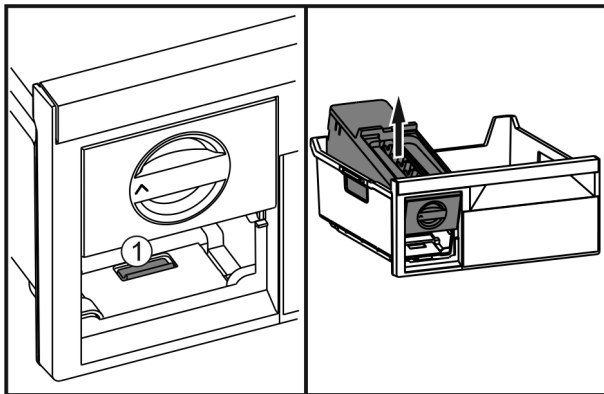

Fig. 38
- ▶ Lip Fig. 38 (1) indrukken, EasyTwist-Ice van achter optillen en uit de vrieslade nemen.